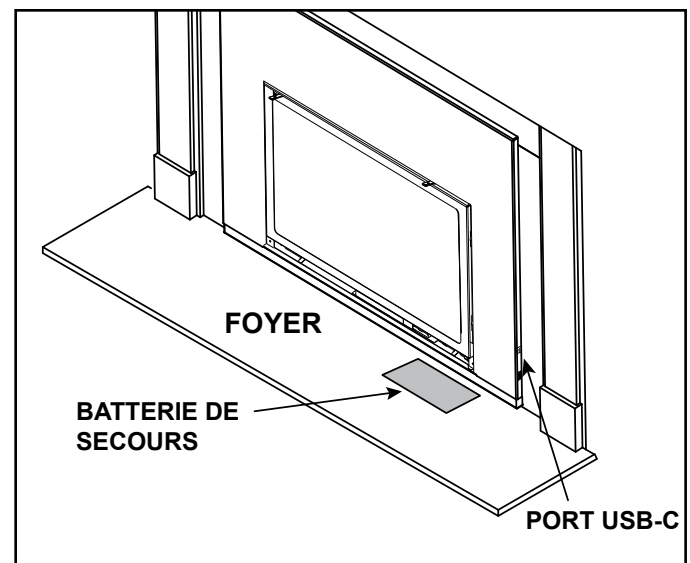

Figure 3.6
5. Repérez le connecteur USB-C sur l'appareil, tel qu'il est illustré à la figure 3.6. Retirez le bouchon en caoutchouc du port USB-C et insérez le connecteur USB-C de la source d'alimentation de secours dans le port USB-C de l'appareil. Conservez le bouchon en caoutchouc USB-C afin de pouvoir le réutiliser une fois le courant rétabli.
6. Placez la source d'alimentation de secours à distance de toute source de chaleur et surface chaude dans la mesure du possible. Une chaleur excessive réduira la durée de vie de la batterie. Voir la figure 3.6.